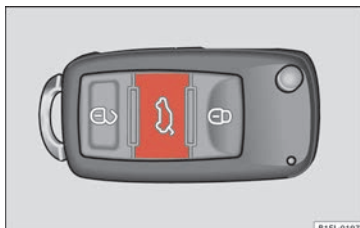

Fig. 37 En la llave del vehículo: botón para desbloquear y abrir el portón trasero.
- Pulse el botón  de la llave del vehículo » fig. 37 durante aproximadamente un segundo para desbloquear el portón trasero.